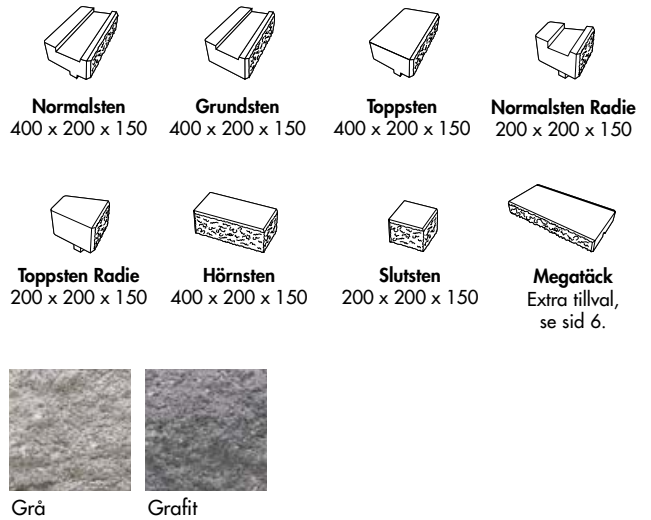

Bild 1. Sektionsritning murar upp till 1,5 m. Placering och längd av geonät vid Megawall Projekt. Montera en Connector per block.
I geonätet ska 1 Connector per block monteras, se bild 1.
1. Gräv ur en ca 40 cm djup och minst 60 cm bred ränna till murens grundläggning. Lägg i en fiberduk. Fyll på med ett minst 20 cm tjockt lager av bergkross typ 0-35/40 mm. Komprimera väl med hjälp av markvibrator. Avjämna med ett finare grusmaterial (stenmjöl) ca 3 cm tjockt lager att sätta första murskiftet i. Ca 10% av den totala murhöjden ska ligga under färdig marknivå. När du bygger högre mur än 1,5 m, se **bild 2**, ska första skiftet sättas i ett ca 10 cm tjockt lager jordfuktig betong, vilket läggs på en väl packad bädd av bergkross typ 0-35/40 mm. Se **bild 1 och 2**.
2. Lägg ut första skiftet av **Bender Megawall Grundsten**, ca 20 cm från bakkanten av grundbädden. Fyll på ett dräneringsskikt av finmakadam 8-16 mm eller liknande bakom muren till en bredd av 0,15 x murens höjd, dock minst 15 cm. Återfyll även mellanrummet på blockens framsida till önskad marknivå. Kontrollera med vattenpass att blocken ligger plant. **OBS!** Se till att hålla ordentligt rent mellan murskiften. Sopa med en borste. Vid byggnation av raka murar spänns ett snöre utmed blockens bakkant för att få en rak linje. I de fall dräneringsrör används ska detta placeras bakom blocken med jämt fall så att vattnet leds bort från muren. Se **bild 1 och 2**.
terialelet och bakfyllnaden för att undvika materialvandring och missfärgning av muren. Se **bild 1 och 2**.
4. När du bygger mur med Connector och geonät ska alltid första nätet placeras mellan första och andra skiftet, se **bild 1 och 2**. Montering av geonät och Connector, se **bild 3**. Klipp nätet som **bild 4** visar. Sträck geonätet väl och fyll på med material, så att sträckningen säkerställs.
Fortsätt med ett antal blockskift till nästa geonäts nivå enligt **bild 1 och 2**. Kontinuerlig packning av bakfyllnaden.